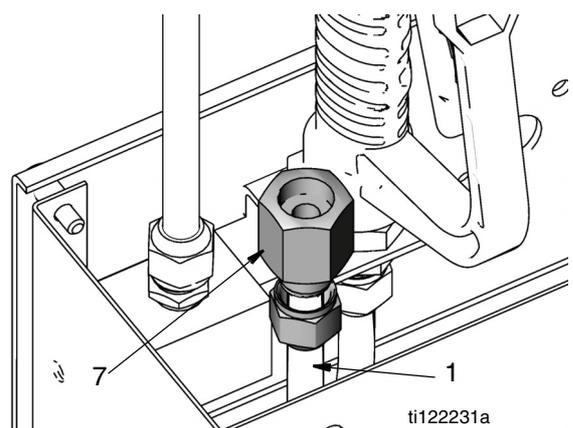

FIG. 17
7. Attachez le tube d'entrée du fluide (1) au raccord d'entrée du fluide (7) (FIG. 17). Serrez fermement.